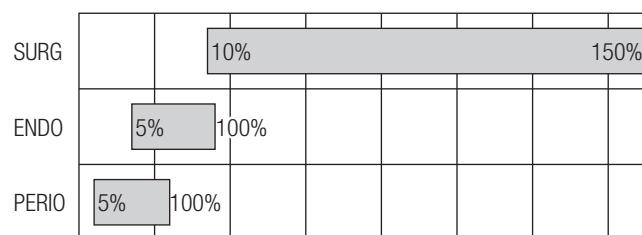

Fig. 20
*La Fig.20 mostra un confronto della potenza tra le diverse modalità.